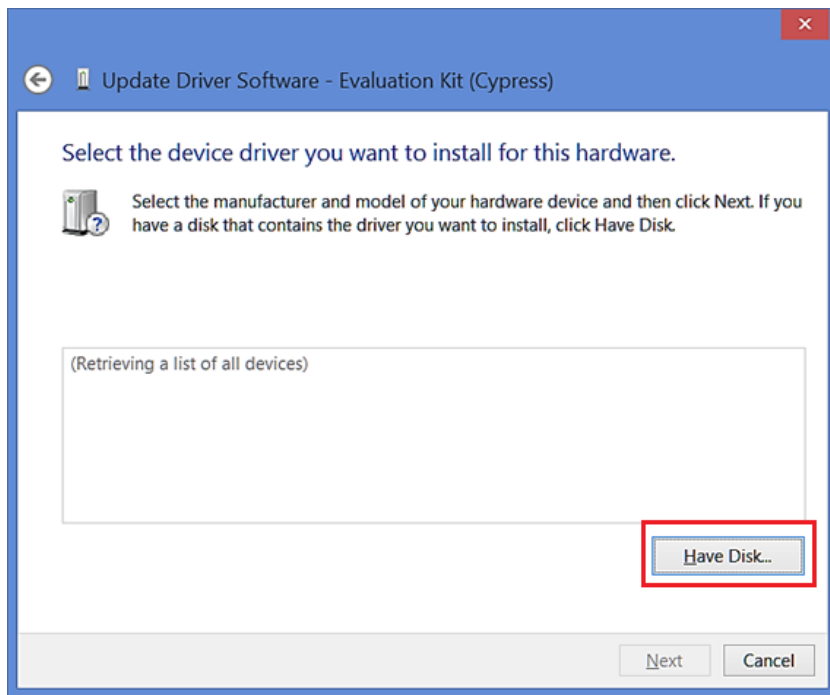

Figure 92. ドライバソフトウェアの更新- 4
7. 「HaveDisk」を選択します (Figure 92)。